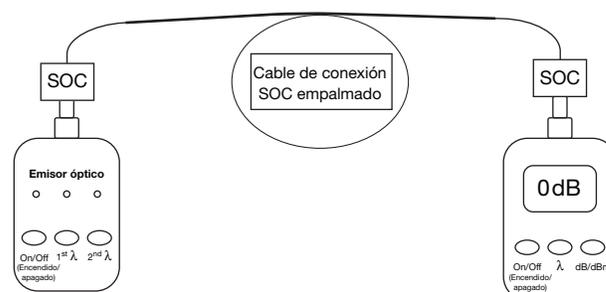

Figura 5
9. Reemplace el “cable de conexión de fibra” con el “cable de conexión empalmado con SOC”. La lectura del medidor de potencia debe ser de 0dB MÁS 2 veces la pérdida empalme. Consulte la Figura 5.